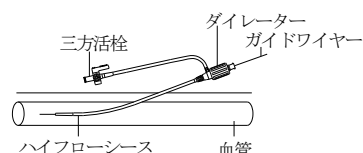

図2
8. 一体化したシース・ダイレーターを、外部に出ているガイドワイヤーに通して、できるだけ皮膚と平行になるようにして血管内に挿入する（図2参照）。